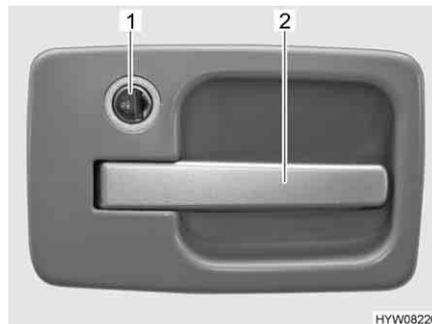

Fig. 25 Serrure de la porte cellule, à l'extérieur
- Insérer la clé dans le barillet (Fig. 25,1) et la tourner jusqu'au symbole ". La serrure de la porte est déverrouillée.
- Tirer sur la poignée de la porte (Fig. 25,2). La porte est ouverte.
- Insérer la clé dans le barillet (Fig. 25,1) et la tourner jusqu'au symbole ". La serrure de la porte est verrouillée.